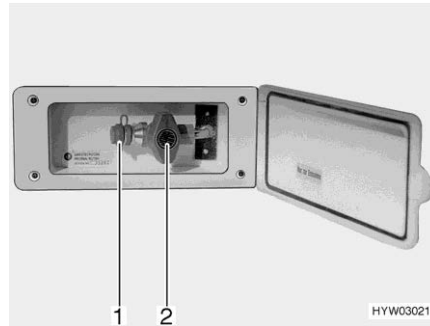

Bild 171 Extern gasanslutning
- Anslut den externa gasapparaten till anslutningar (Bild 171,1).
- Öppna gasavstängningsventilen (Bild 171,2).